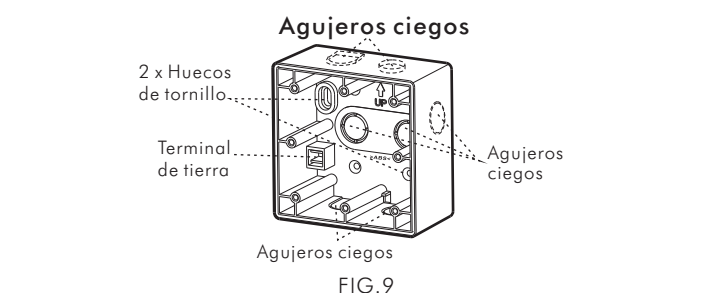

FIG. 9
- 3.4.2.1 Los 7 orificios ciegos del accesorio de superficie están diseñados para varias aplicaciones (Ver FIG. 9). Rompa los orificios huecos por los que pasan los cables, luego inserte los cables en el orificio correspondiente.
- 3.4.2.2 Fije el accesorio de superficie en la pared con dos tornillos para madera de $\Phi 4 \times 25,4$ mm (Ver FIG. 11-A). Consulte la FIG. 9 para conocer la posición de los huecos de tornillo.